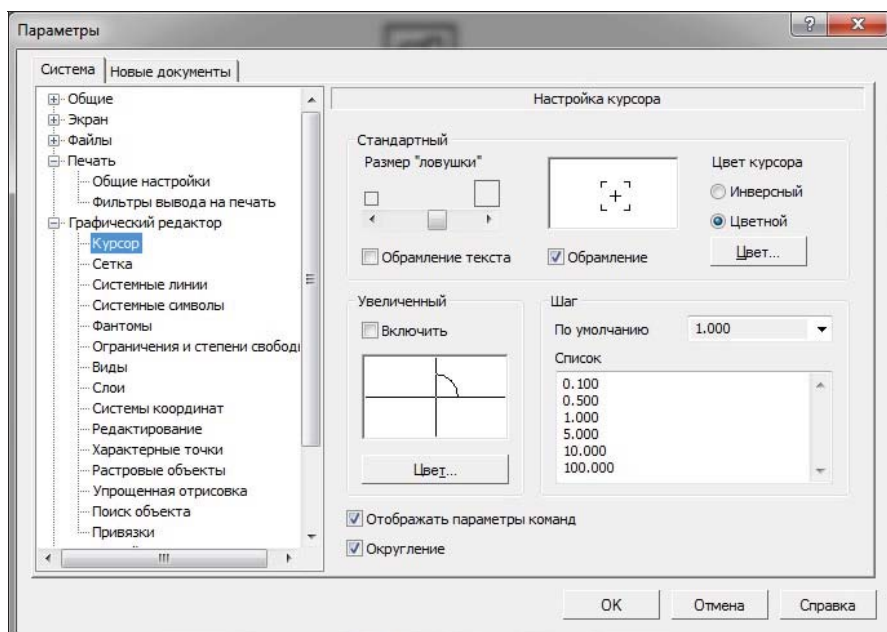

Рис. 17.3. Диалоговое окно **Параметры** с открытой панелью **Настройка курсора**
- ◆ щелкните ЛК мыши по знаку "плюс" перед названием **Графический редактор**, а затем по пункту **Курсор** — в правой части появилась панель **Настройка курсора** (рис. 17.3). На этой панели задайте следующие настройки: